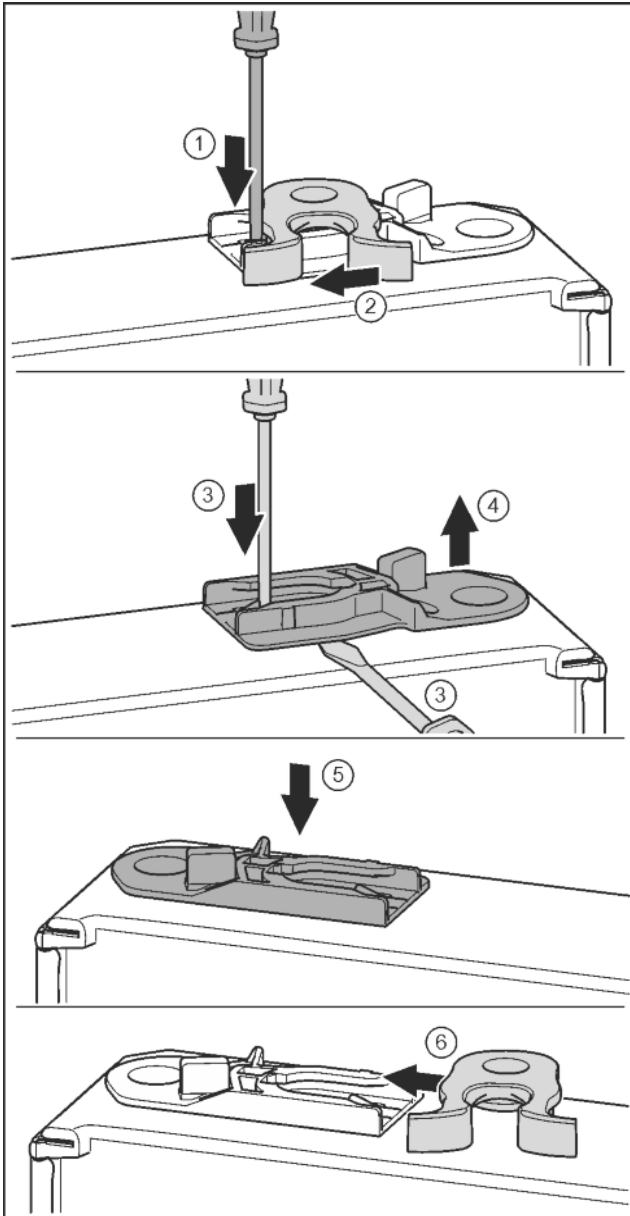

Fig. 19
- ▶ Ar skrūvgriezi spiediet uz leju mēlīti. Fig. 19 (1)
- ▶ Izvelciet aizvēršanas āķi no vadīklas. Fig. 19 (2)
- ▶ Izvelciet vadošo ieliktni: ar skrūvgriezi spiediet mēlīti un vienlaikus ar skrūvgriezi virziet zem vadošā ieliktna. Fig. 19 (3, 4)
- ▶ Piegādes komplektācijā klātpievienoto vadošo ieliktni iebīdīdīet ierīces otrajā pusē. Fig. 19 (5)
- ▶ Iebīdīdīet aizvēršanas āķi vadīklā. Fig. 19 (6)